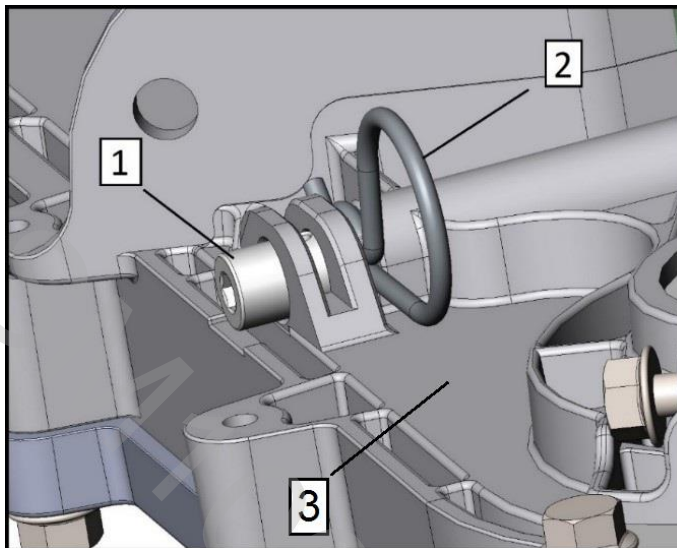
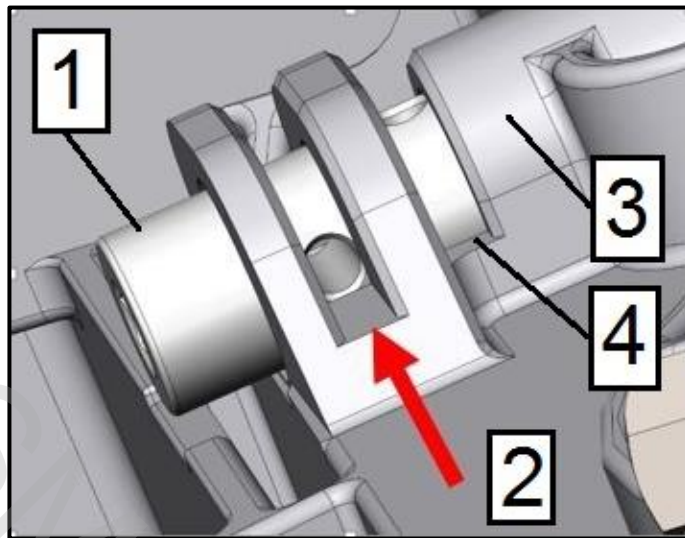

Рис. 15
Рис. 16
1. Приподнимите заднюю часть снегохода, так чтобы гусеница не касалась опорной поверхности. Извлеките фиксирующий шплинт (поз. 2, рис. 15) из регулировочного винта (поз. 1, рис. 15), который находится на задней стенке корпуса (поз. 3, рис. 15).
3. Убедитесь, что в данном положении совмещены одно из отверстий в винте, первое или второе по ходу движения, с соответствующей прорезью в корпусе, первой или второй по ходу движения. Например, второе отверстие по ходу движения, согласно (поз. 2, рис. 16). В указанном положении фиксирующий шплинт (поз. 2, рис. 15) должен свободно устанавливаться в совмещенные отверстие и прорезь (поз. 2, рис. 16).